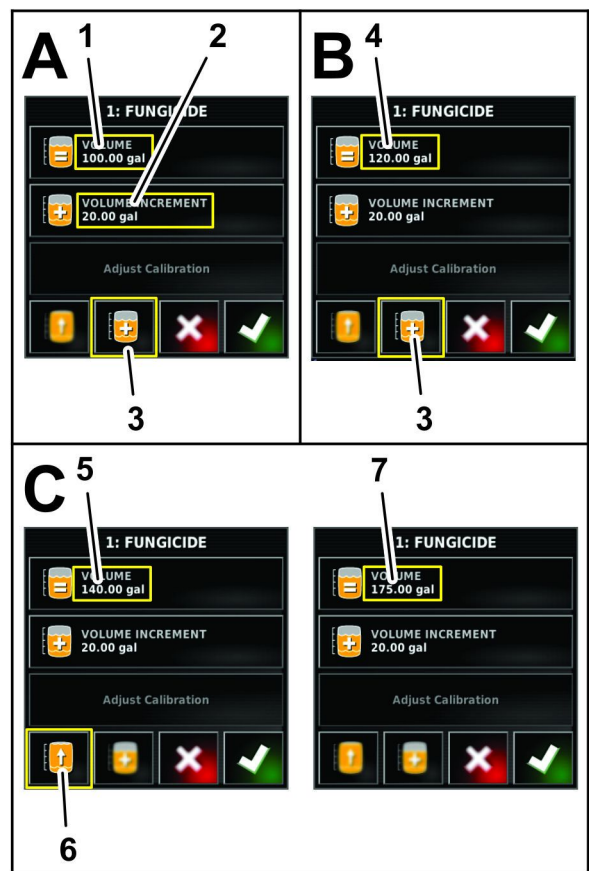

图 40
4. 如果以递增方式向水中添加化学药品按液量递增图标 图 40。
5. 使用显示屏的数字键盘输入将向药缸添加产品例如化学药品或水的产品量递增值然后按确认图标图 40。
6. 如果正逐渐向水中添加化学药品请将产品加入药缸然后按产品递增数量图标图 40。
7. 如果准备混合一种产品组织请根据需要重复步骤 6 图 40。
**注意** 如果准备用产品或水加满药缸可按加满药缸图标图 40。